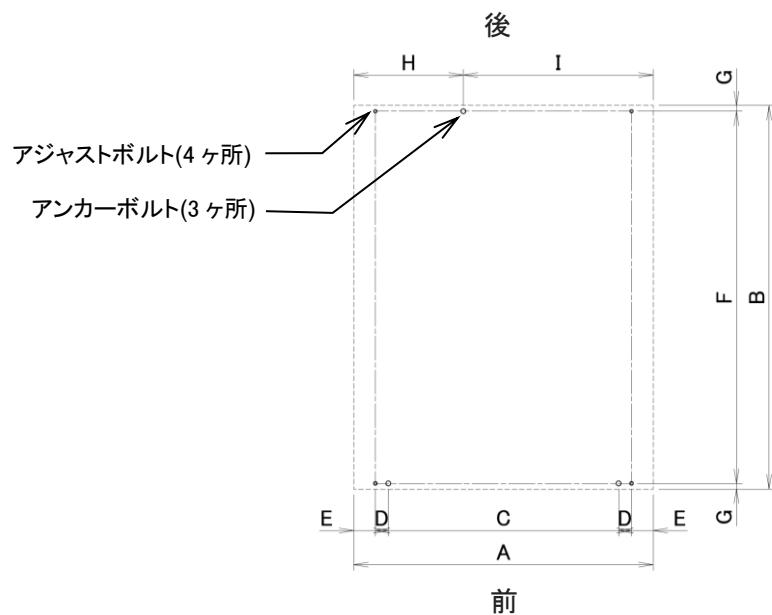

図 4-2
- 1) 機械の据付は、機械自重による床荷重 ( $580\text{kg}/\text{m}^2$ ) に充分耐えられる所で、かつ、水平な所であれば、特別な基礎工事の必要はなく、簡易基礎にて水平を出し、4 本のアンカーボルトにて固定するだけで充分です。ただし、特に地盤の弱い所は、機械ベース図（図 4-2）を参照の上基礎工事をしてください。また、機械の据付は水平器を用いて、左右は水平にし、機械の前後方向は機械前側が少し上がり気味になるように据付してください。